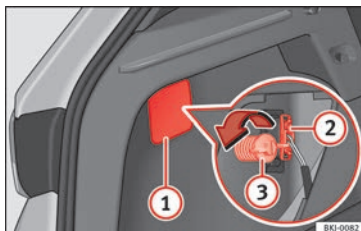
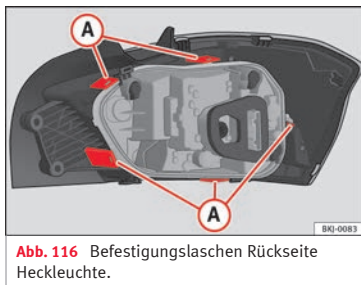

Abb. 115 Gepäckraum: Zugang zur Befestigungsschraube der Heckleuchte
Abb. 116 Befestigungslaschen Rückseite Heckleuchte.
3. Hebeln Sie die Abdeckung an der Aussparung » **Abb. 115** ① mit dem flachen Teil des Schraubendrehers ab.
4. Ziehen Sie den Stecker von der Lampe ② ab.
5. Schrauben Sie mit der Hand oder mit Hilfe eines Schraubendrehers die Befestigungsschraube der Leuchte ③ heraus.
7. Bauen Sie den Lampenträger aus, indem Sie die Befestigungslaschen » **Abb. 116** A entriegeln.